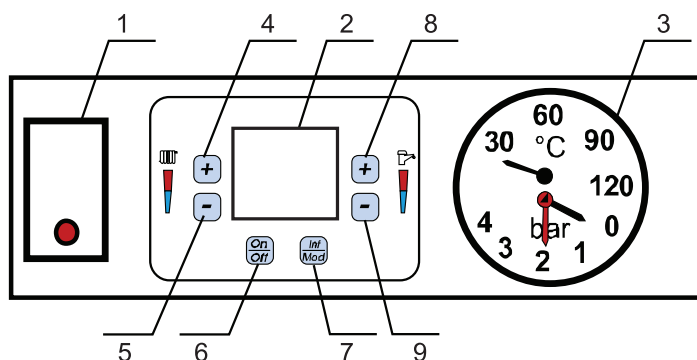

Рис. 2. Общий вид панели управления.
Если на дисплее возникает код ошибки (см. разд. 9.2), одновременно нажмите кнопки «On/Off» и «Inf/Mod» (см. рис. 2 поз. 6 и 7) на две секунды, котел повторит цикл розжига.
- нажмите кнопку «On/Off» (см. рис. 2 поз. 6), функция предотвращения замерзания остается активной, на электронный блок продолжает подаваться электропитание, но не происходит нагрева теплоносителя;
С помощью кнопок регулировки температуры теплоносителя (см. рис. 2 поз. 4 и 5) можно изменить температуру с минимальной 30 °С до максимальной 85 °С. Не рекомендуется эксплуатировать котёл при температуре отопления ниже 45 °С.
С помощью кнопок регулировки температуры ГВС (см. рис. 2 поз. 8 и 9) можно изменить температуру с минимальной 35 °С до максимальной 55 °С.
С помощью кнопки «On/Off» (см. рис. 2 поз. 6) выберите режим «Зима» или «Лето», включите или выключите соответствующий режим. На дисплее появится символ индикации летнего или зимнего режима (см. табл. 2).